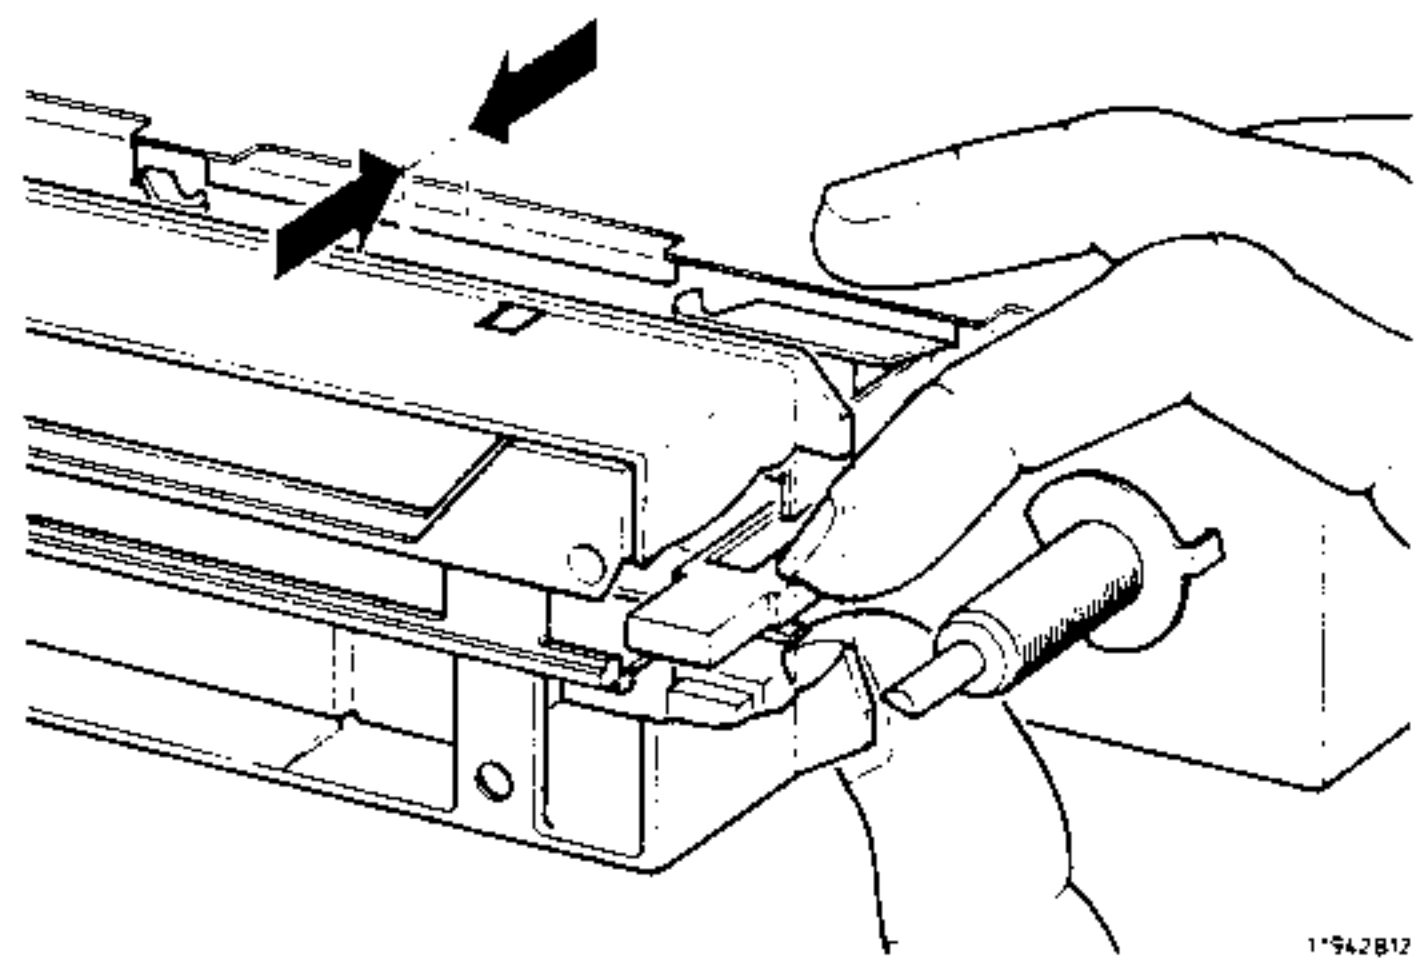

Fig. 12
- Druk de FM/MG-toets tegen de houder (Fig. 12)
- Die FM/MW-Taste gegen die Halterung drücken (Abb. 12)